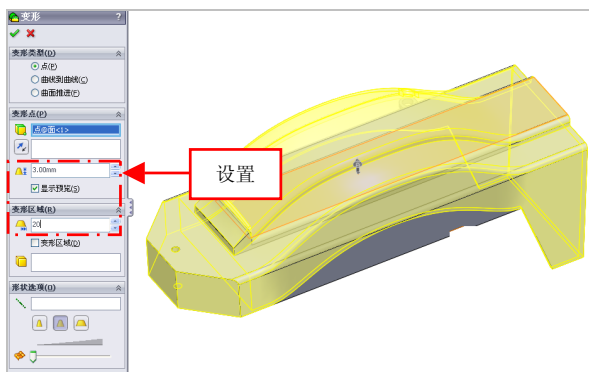

图 6-22 设置参数值
(3) 弹出【变形】属性管理器，捕捉变形点，设置【变形距离】为3、【变形半径】为20，如图6-22所示。